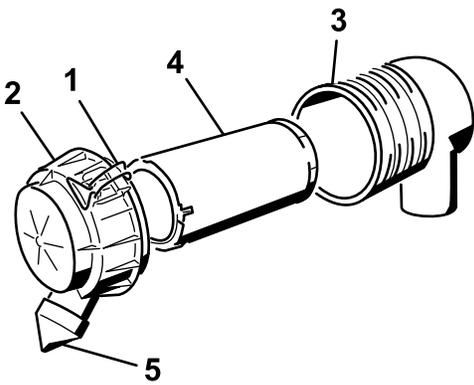

Рисунок 20
3. Освободите защелки воздухоочистителя и снимите крышку воздухоочистителя с корпуса воздушного фильтра (Рисунок 20).
6. Осторожно извлеките фильтр из корпуса воздушного фильтра (Рисунок 20).
8. Осторожно установите фильтр (Рисунок 20).
9. Установите крышку воздухоочистителя таким образом, чтобы пылезащитный колпачок был ориентирован вниз, и закройте защелки (Рисунок 20).